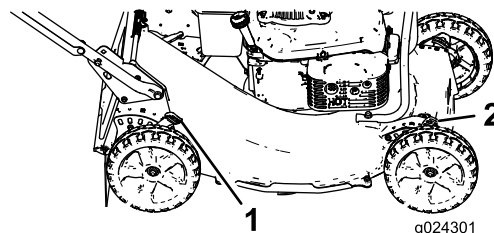

Figura 12
1. Tirate la leva dell'altezza della ruota verso la ruota (Figura 12), e spostatela nella posizione opportuna.